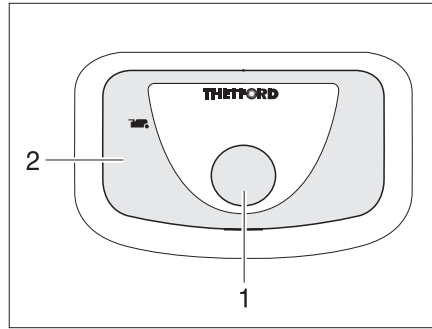

Fig. 150 Bouton pour la chasse d'eau/
- Pour actionner la chasse d'eau, appuyer sur le bouton bleu (Fig. 150,1).
Le voyant de contrôle (Fig. 150,2) s'allume lorsque la cassette Thetford doit être vidée.
- ▷ Après la vidange du réservoir d'eau, actionner plusieurs fois le bouton de chasse bleu (Fig. 150,1) jusqu'à ce qu'il ne sorte plus d'eau du réservoir de chasse.